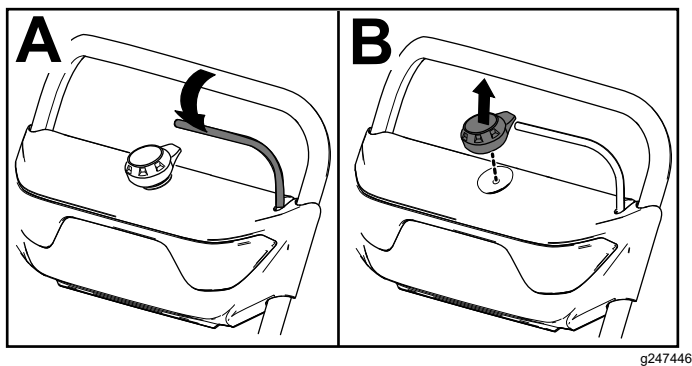

Figura 12
1. Suelte la barra (Figura 12, A).
2. Retire el botón de arranque eléctrico del arrancador eléctrico (Figura 12, B).